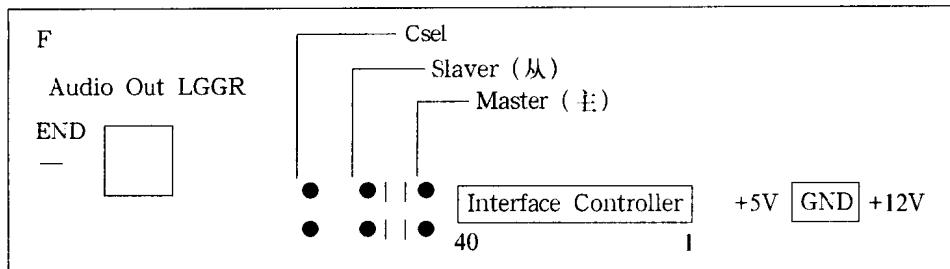
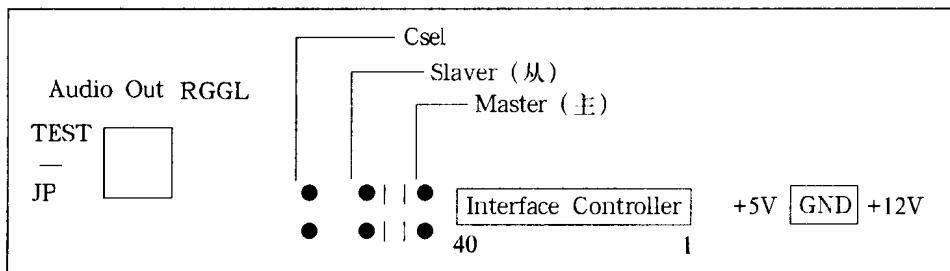
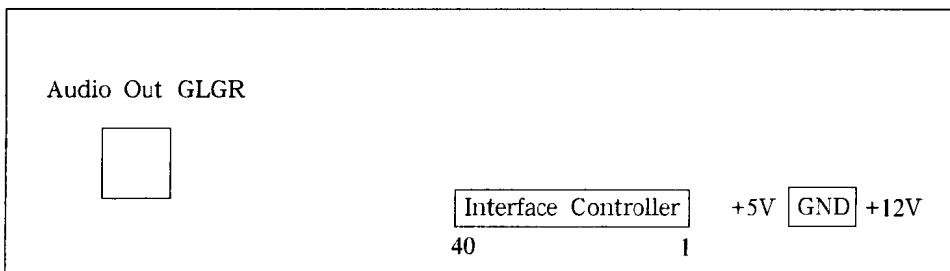

图 1.1 SONY CDU55E 后面板示意图
图 1.2 ACER CD625A 后面板示意图
图 1.3 华源 TUCD-310 后面板示意图
① 调整光驱主/从盘定义。一般光驱的后面板除电源、IDE 电缆线插座外,还有一个主/从盘跳线座(部分光驱没有)、音频输出口和一个外桥接地头(部分光驱没有),下面的图 1.1、图 1.2、图 1.3 是这三种光驱的后面板示意图。
- SONY CDU55E 光驱:参照图 1.1 将跳线短接器由厂家定义的 Master(主盘)改跳到 Slaver(从盘)上,这点必须做,否则装机使用时将与硬盘发生冲突,使电脑自检都无法通过。
- ACER CD625A 光驱:参照图 1.2 将跳线短接器装在 Slaver 上,或者将短接器全部取下,成为亦从亦主的自动状态。